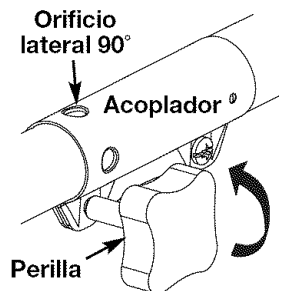

Fig. 14
2. De vuelta a la perilla a la izquierda para aflojar el acoplador (Fig. 14).
2. Gire la perilla en sentido anti-horario para aflojarla (Fig. 14).